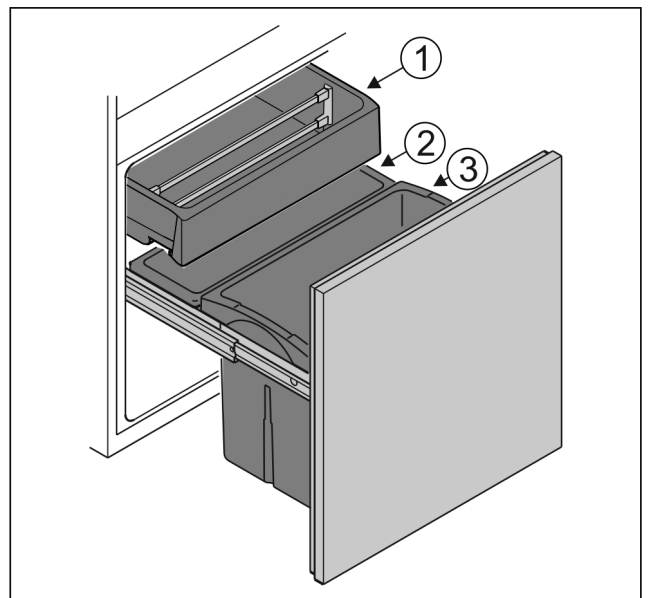

Fig. 98
- Behälter Fig. 98 (1): Unverpacktes Gemüse und Südfrüchte lagern.
- Behälter Fig. 98 (2): Unverpackte kleine Obst- und Gemüsesorten lagern.
- Behälter Fig. 98 (3): Einzelne Flaschen lagern.